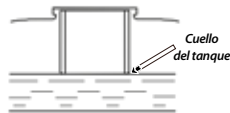

Imagen 14. Agregar gasolina.
5. Levantar el tapón junto con la llave. Ver imagen 14.
6. Agregar gasolina sin sobrepasar la marca que se encuentra en el interior del cuello del tanque. Ver imagen 14.